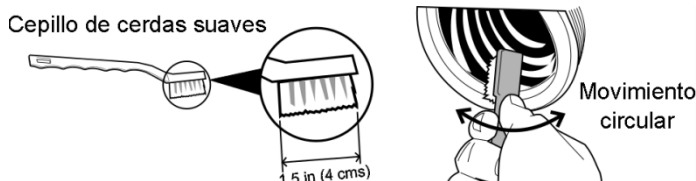

FIG. 4 TIP PARA LIMPIAR PARTES IRREGULARES
2. Usando un cepillo de cerdas suaves (no incluido - **Ver Fig 4**) lave cada componente con solución jabonosa, especialmente dentro del cabezal (13) para desechar restos de carne acumulados.
5. Lubrique navaja (18), cedazo (19), gusano (16) y de ser posible el interior del cabezal con el aceite grado alimenticio o aceite de cocina convencional. Esto ayuda a conservar el recubrimiento de estaño y evita brote de corrosión.